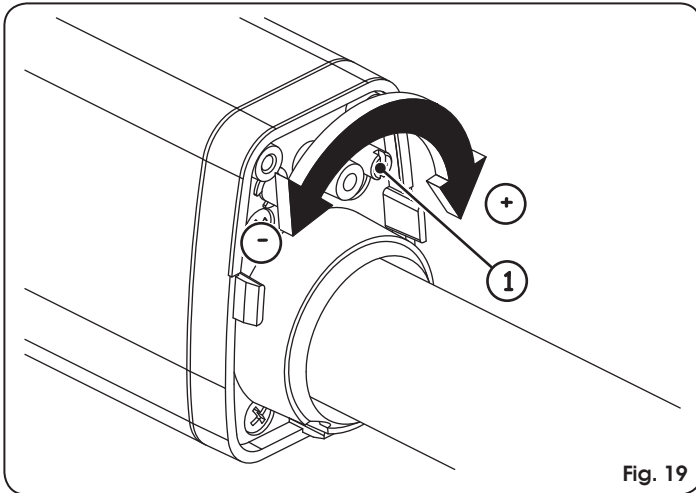

Fig. 19
2. Para regular o fim de curso de fechamento FCC, atuar no parafuso de regulagem, Fig. 19 ref. ①, rodando-o no sentido horário para aumentar o curso da haste e, vice-versa, no sentido anti-horário para reduzi-lo.